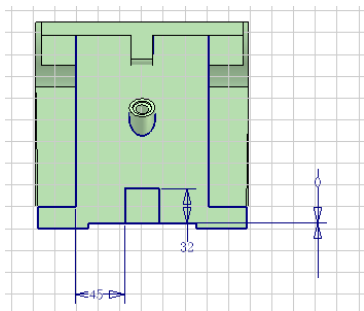

图 9-47 绘制拉伸草图
①选择出油孔所在的平面新建草图，单击【草图】标签栏【绘图】面板的【矩形】工具按钮，绘制一个矩形，使用【等长】约束工具使得矩形的边长相等而成为正方形，然后使用【尺寸】工具对图形进行标注，如图 9-47 所示。